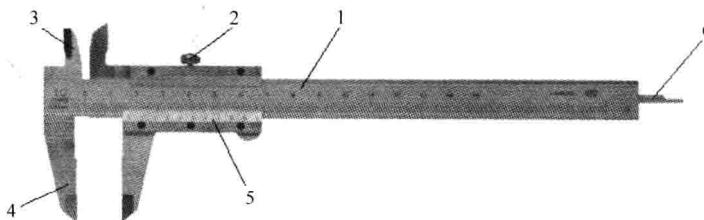

图1-9 游标卡尺
(1) 游标卡尺的结构 游标卡尺由尺身1和游标5组成，如图1-9所示。松开锁紧螺母2即可推动游标在尺身上移动，两个测量爪3或4可测量尺寸。测量爪3可测量孔径、孔距及槽宽，测量爪4可测量外圆和长度等，还可用尺身后的测深杆6测量内孔和沟槽深度。